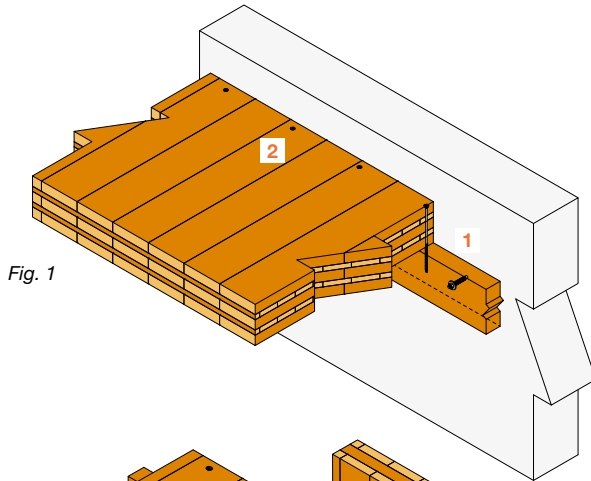

Fig. 1
- lorsque le support est en béton, il faut privilégier des goujons d'ancrage à rondelle large comme les **WA-RL** (fig. 1).
- lorsque la muralière est en bois, la fixation de la dalle plancher se fait à l'aide des vis **ESCR** ou **ESCRC** (fig. 1 ou 2).